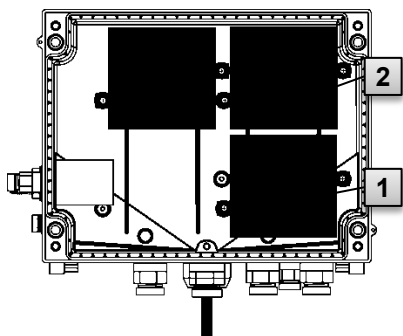

Abb. 31
3. Lösen Sie die Schrauben der Batterieabdeckung Abb. 31: **1** oder **2** und entfernen die Batterieabdeckung.
6. Platzieren Sie die neuen Batterien im Inneren (Abb. 31: **1** oder **2**).